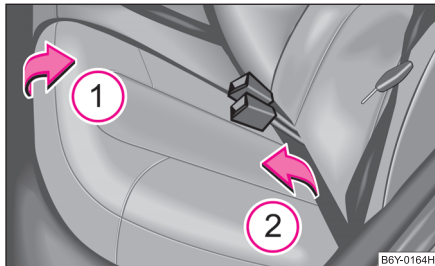

Abb. 52 Rücksitzfläche vorklappen
- Rücksitzfläche in Pfeilrichtung ① hochziehen ⇒ Abb. 52 und in Pfeilrichtung ② nach vorn klappen.